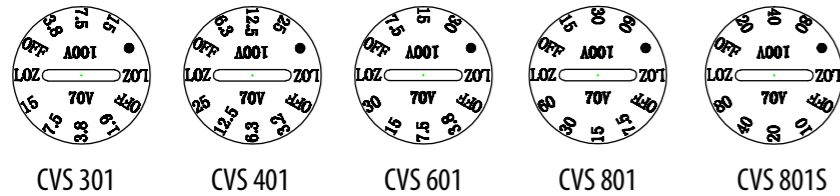

Fig.6 Keuzeschakelaars voor luidsprekerkraan
6. De luidspreker is uitgerust met een multi-tap transformator voor gebruik in gedistribueerde lijnsystemen (Fig.6). Er is ook een LOZ-kraan. Selecteer de gewenste kraan voordat u de grill op zijn plaats duwt. De gemiddelde impedantie van elke luidspreker in dit bereik is 8 ohm in de LOZ-instelling.